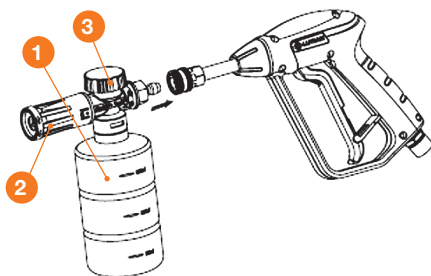

Рис. 20
- Наполните подготовленным моющим средством пеногенератор **1** из комплекта поставки и присоедините его к пистолету (Рис. 20). Регулировку факела распыляемого моющего средства производите поворотом корпуса форсунки **2**. Регулировку подачи моющего средства производите поворотом верхней рукоятки **3**.